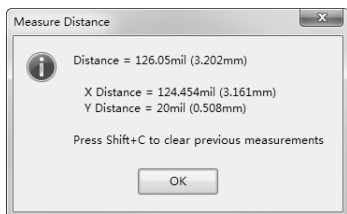

图 10-2 距离信息对话框 2
(1) 选择菜单命令“报告”→“测量距离”，光标变成十字形。移动鼠标，单击需要测量的两点，系统弹出距离信息对话框，如图 10-2 所示。